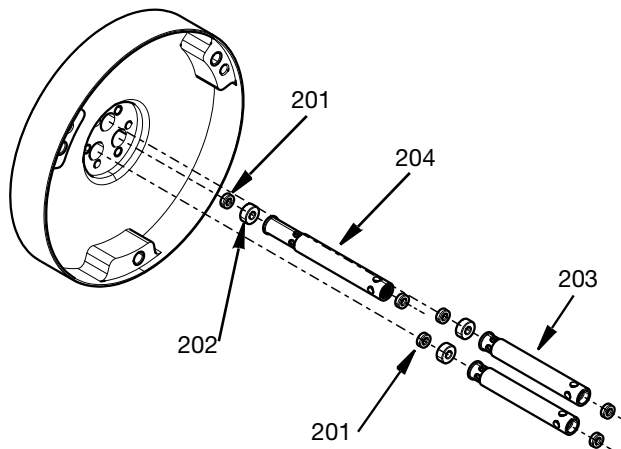

FIG. 15
7. Wyjąć podkładki dystansowe (203 i 204), uszczelnienia prętów (201) i łożyska prętów (202). Patrz **Zestaw narzędzi do zakładania i zdejmowania uszczelnień 25T489**, strona 37, w celu usunięcia uszczelnień prętów. UWAGA: dostępne są 2 rozmiary przekładek (203 i 204). Patrz FIG. 15.